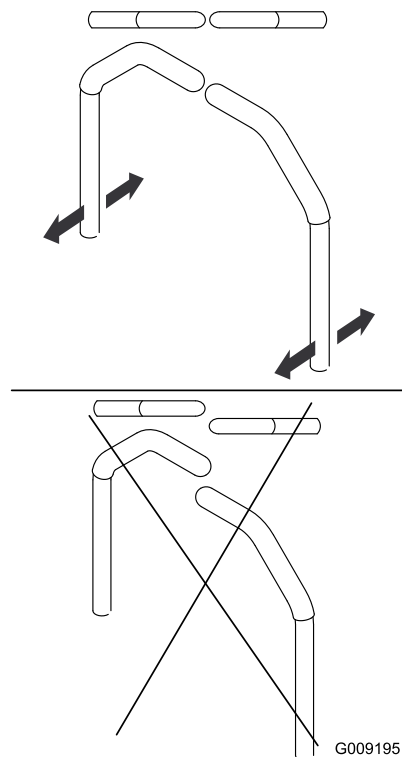

Bild 52
9. Fluchten Sie die Hebel in Längsrichtung aus. Bringen Sie die Hebel zuerst in der NEUTRAL-Stellung zusammen und schieben Sie die Hebel dann so lange, bis sie ausgefluchtet sind. Ziehen Sie dann die Schrauben an (Bild 52).